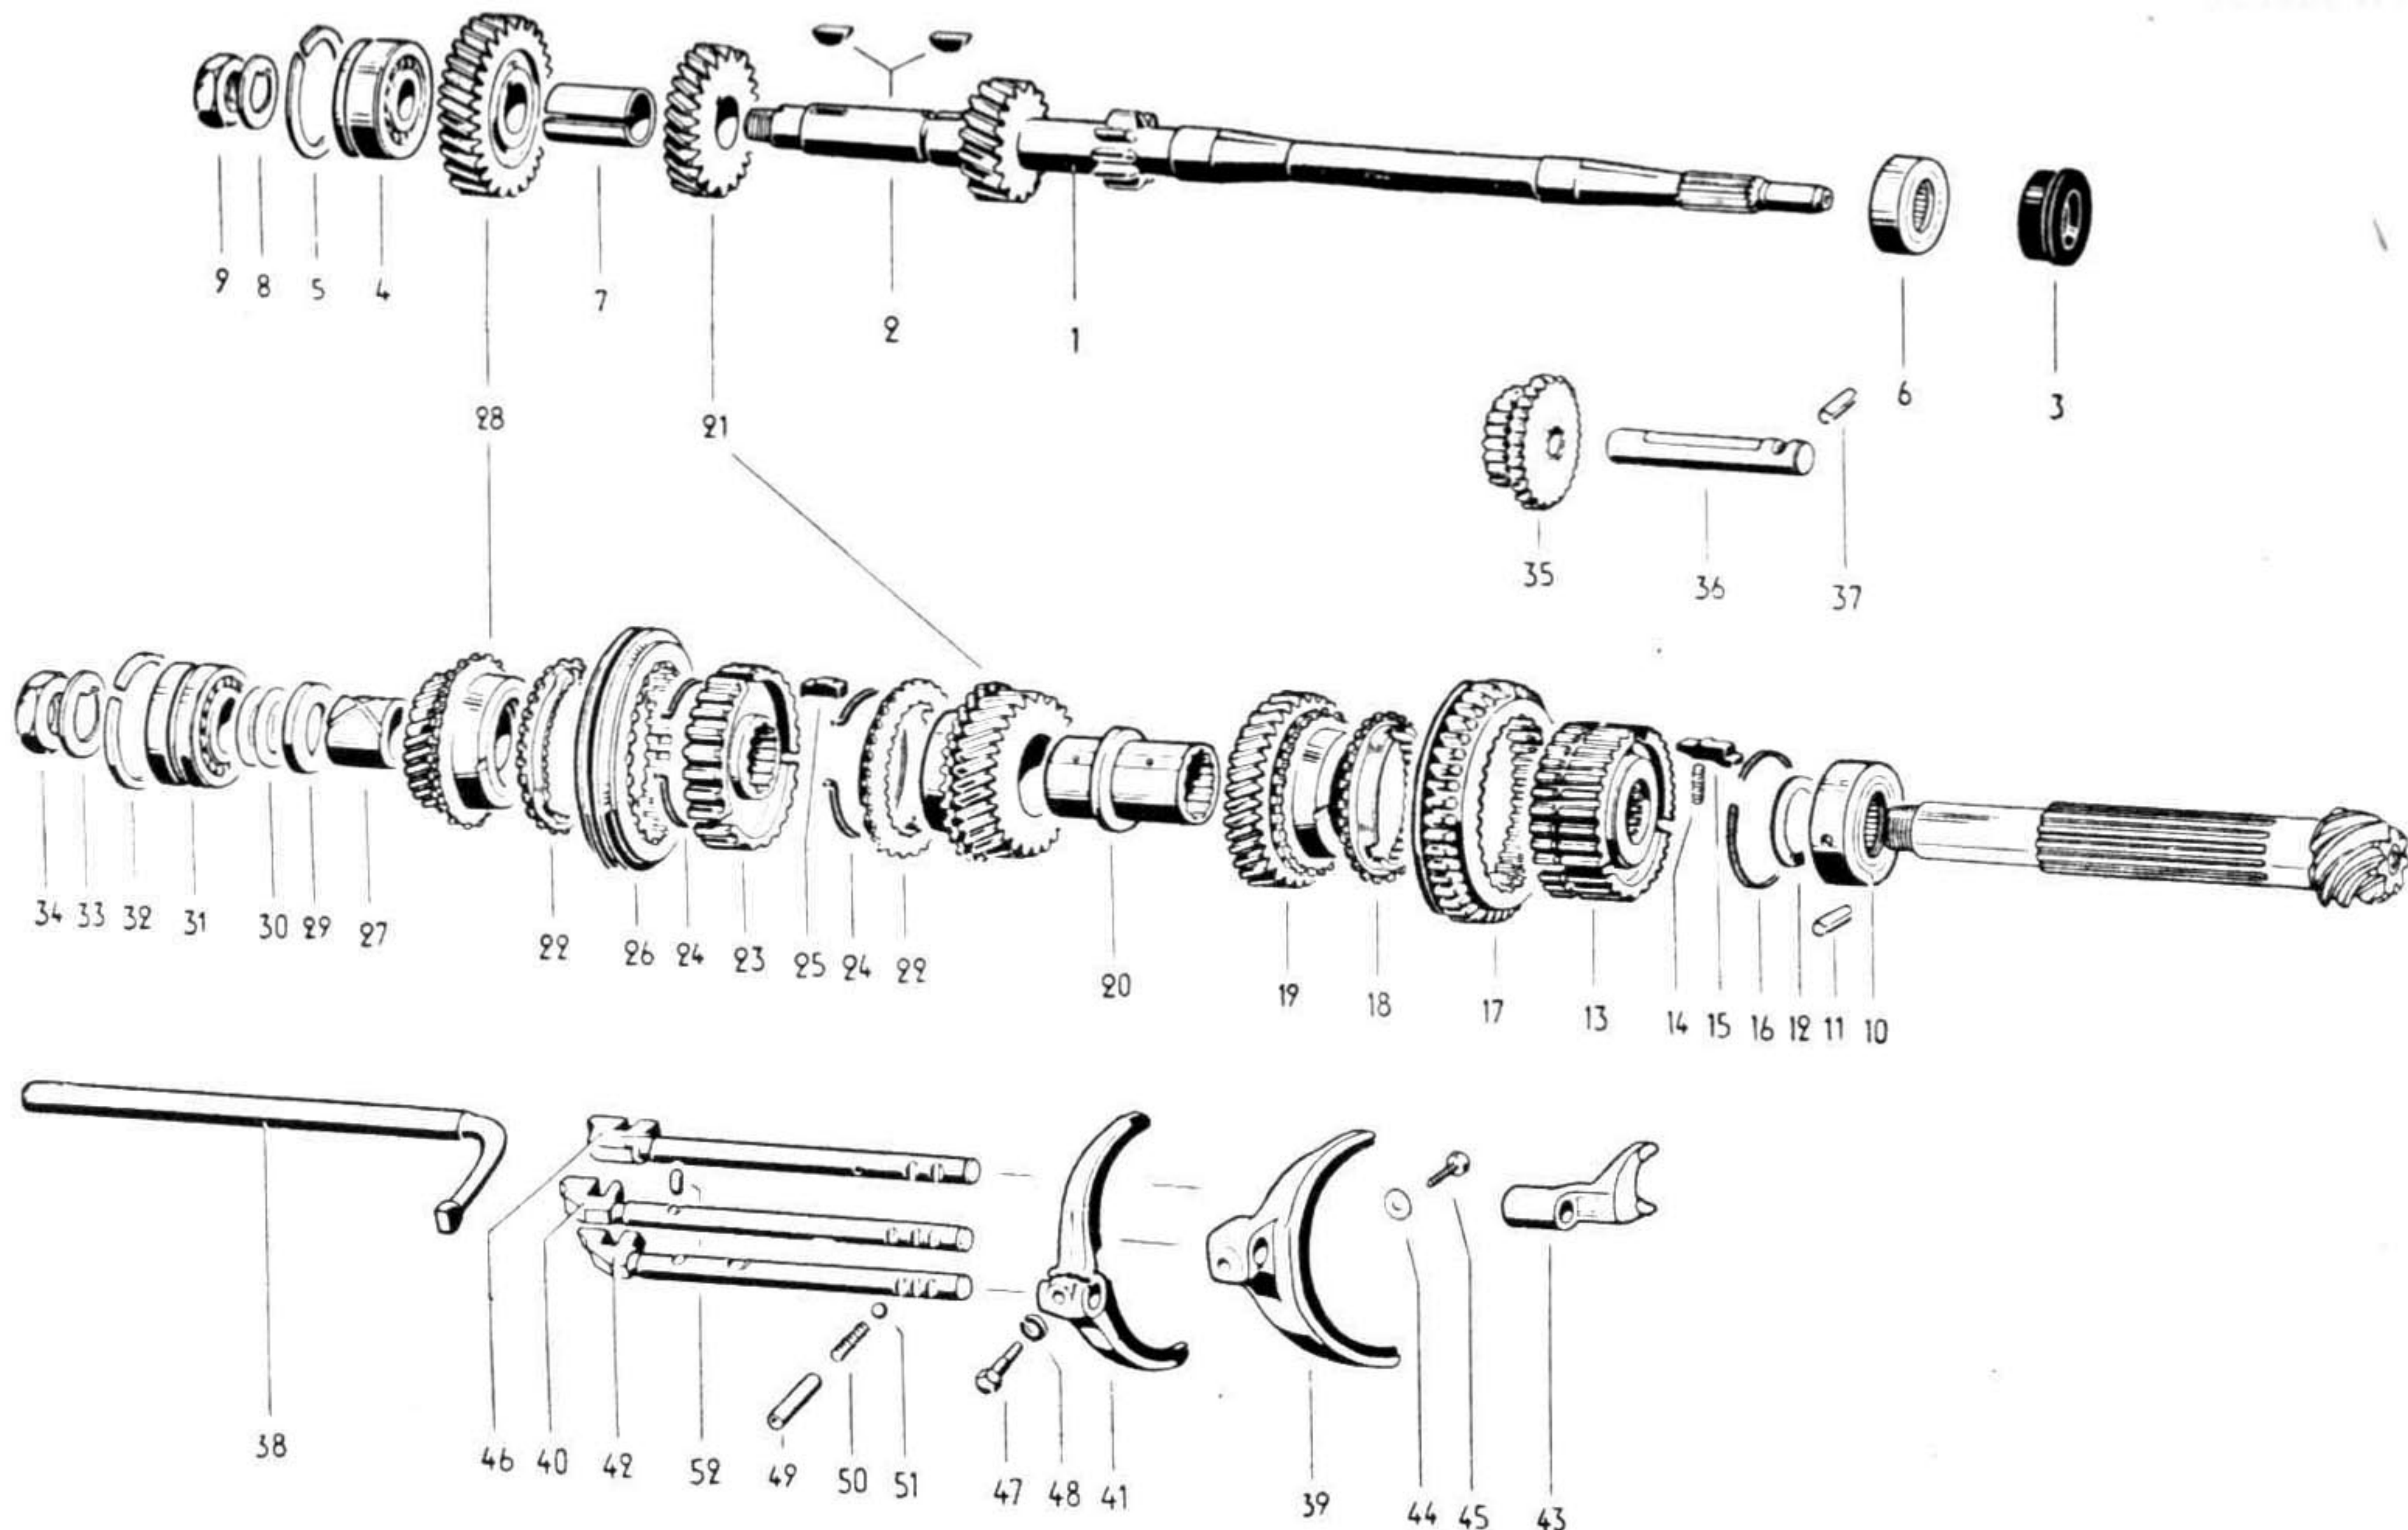

Fig. 7-J — Componentes internos da caixa de mudanças
— Retira-se o eixo da engrenagem de marcha-a-ré, preso por um pino, (37, da fig. 7-J) e depois a engrenagem.
Desmontagem da árvore primária. — As referências são feitas em relação a fig. 7-J. O rolamento de agulhas (6) se retira a mão. Para se retirar a porca (9) prende-se a árvore em um tórno. O rolamento (4) e a engrenagem da 4.^a (28) se retiram com auxílio da prensa VW 400 em combinação com as ferramentas VW 401 e VW 408. A bucha espaçadora (7) se retira com uma chave de fenda. Para se extrair a engrenagem da 3.^a usa-se a prensa VW 400, em combinação com as ferramentas VW 401, 409, 421 e 431.
Árvore secundária e peças anexas. — A fig. 7-J também mostra a árvore secundária e a desmontagem desse conjunto torna-se mais fácil com auxílio de ferramenta VW 314, para apoio da árvore secundária. Naturalmente, tôdas as engrenagens, rolamentos e buchas só podem ser desmontados pela extremidade da porca, pois na outra se encontra o pinhão que é solidário com a árvore. Assim, retira-se a porca e tôdas
as engrenagens, sincronizadores e buchas e os dois rolamentos, na sequência mostrada pela fig. 7-J.